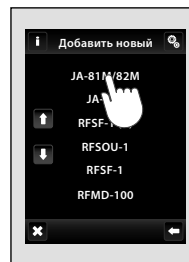

рис. 62
• **Датчики OASIS** (рис. 62):